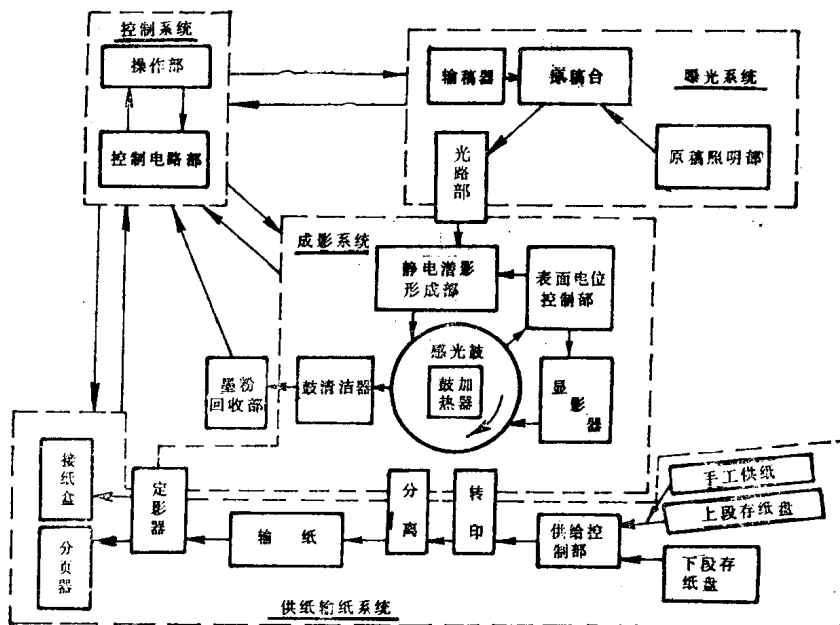

图1-2 静电复印机的组成
1. 在功能上，静电复印机必须由控制系统、曝光系统、成像系统和供纸输纸系统四大部分组成。控制系统主要是操作部分和电路控制部分；曝光系统主要是原稿台原稿曝光部分和曲折光路传输部分以及附加的手动或自动输稿器；成像系统主要是静电潜像的形成部分、光导体鼓表面电位控制部分、显影部分、鼓清洁及调色剂回收部分、光导体鼓及鼓加热器等；供纸输纸系统主要是上下供纸盒、手送供纸部、供纸对位控制部分、转印、分离、输纸、定影和接纸盘以及附加的自动分页器。这四个功能构成部分相互间的关系如图1-2所示。